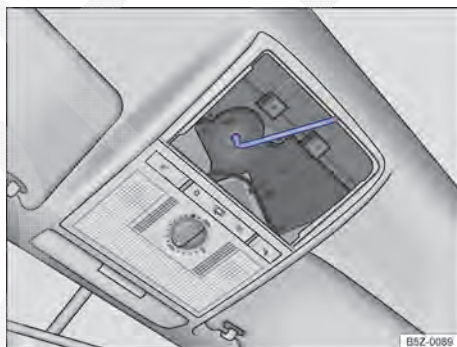

Fig. 158 Parafuso sextavado para fechamento do teto solar.
- Encaixar uma chave sextavada comum¹⁾ de tamanho de 4 mm no parafuso sextavado ⇒ Fig. 158